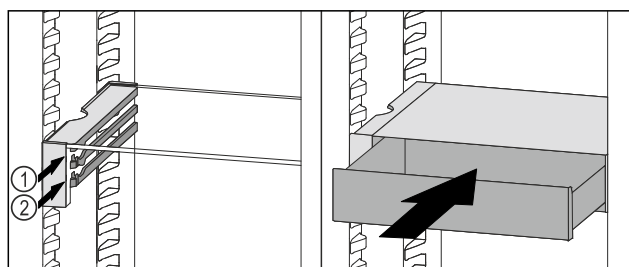

Fig. 80
- ▶ Nasadte zásuvku VarioSafe za zářádky na požadovaném žebro Fig. 80 (1) nebo Fig. 80 (2).